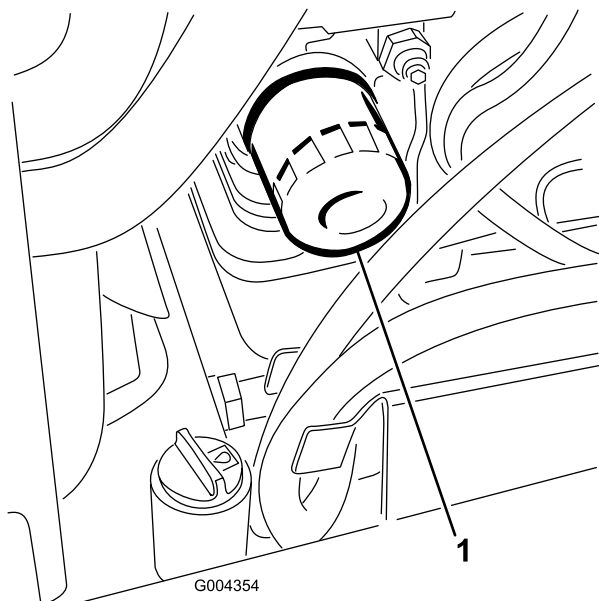

Figura 36
3. Retire el filtro usado (Figura 36) y limpie con un paño la superficie de la junta del adaptador del filtro.